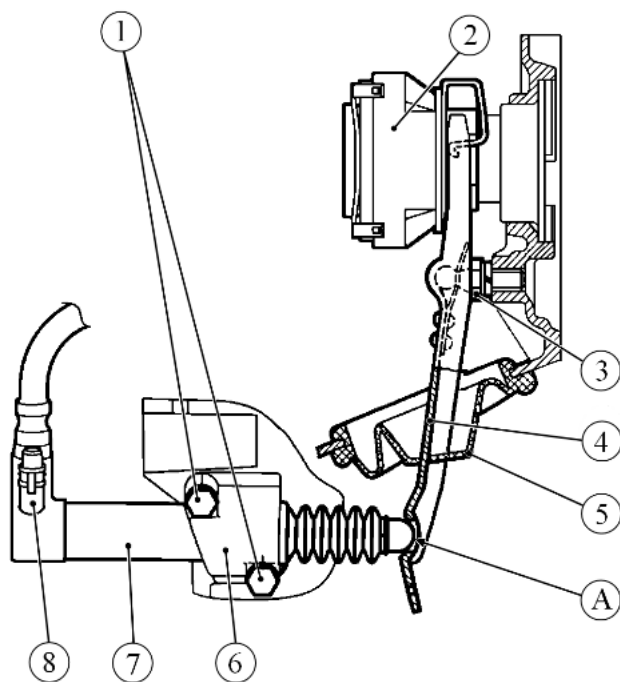

Рисунок 2 – Рабочий цилиндр и вилка выключения сцепления:
2.14 Отвернуть два болта 1, рисунок 2, крепления кронштейна 6 рабочего цилиндра 7 привода сцепления к картеру сцепления, отсоединить рабочий цилиндр 7 и подвесить его с помощью технологического крючка на рулевую тягу. При этом рабочий цилиндр 7, соединенный с трубопроводом, идущим к главному цилиндру привода выключения сцепления, останется на автомобиле, что исключает потерю тормозной жидкости и необходимость последующей прокачки гидравлического привода выключения сцепления (головка сменная 13, удлинитель и вороток, крючок технологический).
4.8 Нанести смазку на сферическую поверхность А, рисунок 2, толкателя рабочего цилиндра 7 привода сцепления после установки на картер сцепления (смазка Дитор, норма расхода 2 г).